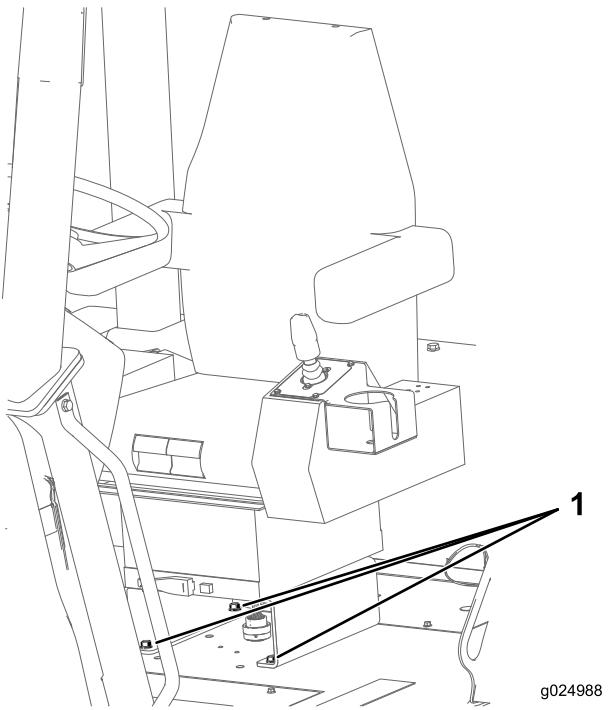

Figura 113
1. Compruebe que los pernos que sujetan el asiento al chasis de la máquina están apretados a 27–34 N·m; consulte la Figura 113.